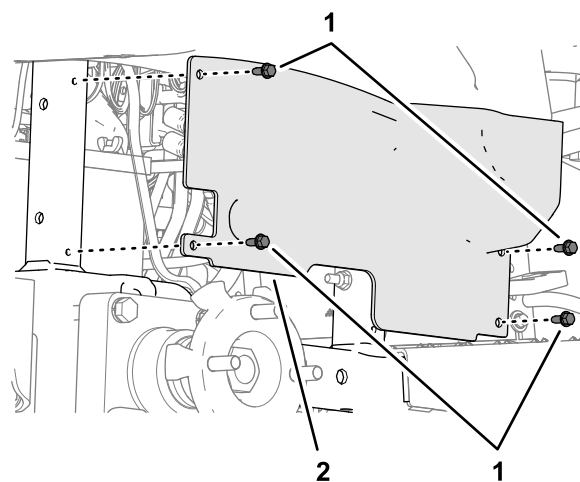

Рисунок 31
3. Отверните 4 колпачковых винта с фланцем ($\frac{1}{4} \times \frac{5}{8}$ дюйма), которые крепят кожух колеса к раме машины (Рисунок 31).
6. Совместите отверстия в кожухе колеса с рамой машины (Рисунок 31) и прикрепите кожух к раме с помощью 4 колпачковых фланцевых винтов ($\frac{1}{4} \times \frac{5}{8}$ дюйма), снятых при выполнении пункта 3.